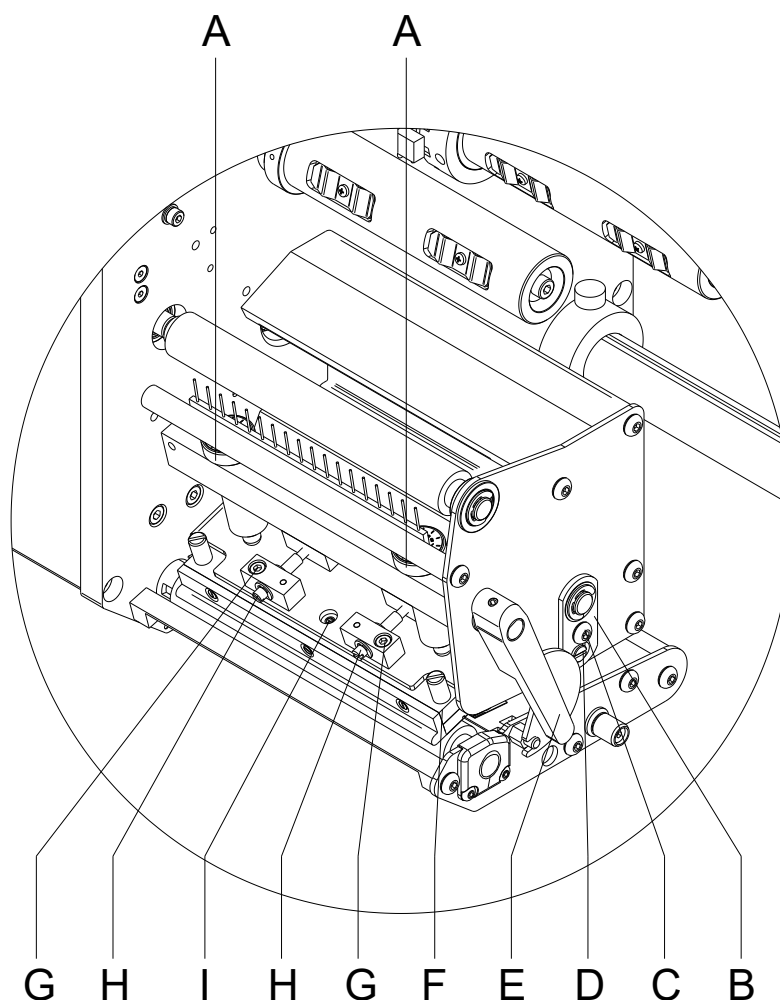

Figura 31
1. Ruotare i bulloni reggispinta (A, Figura 31) per modificare la pressione della testina di stampa.
2. Ruotando i bulloni reggispinta (A, Figura 31) in senso orario fino al fermo si crea un aumento della pressione di 10 N rispetto all'impostazione di fabbrica.
3. Ruotando i bulloni reggispinta (A, Figura 31) dal fermo in senso antiorario sul relativo valore in scala riportato nella tabella, si ha l'impostazione di fabbrica.